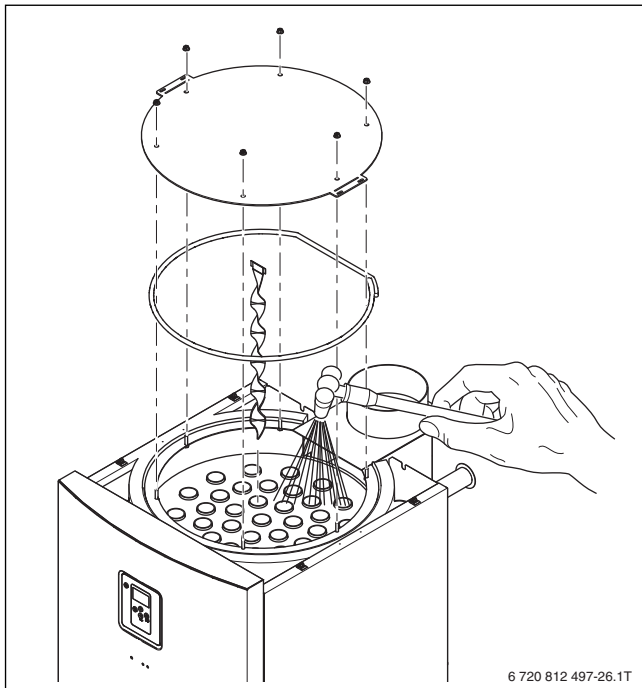

Рис. 37 Влажная чистка котла
- ▶ Равномерно распылите чистящее средство сверху в газоотводящих каналах (→ рис. 37).